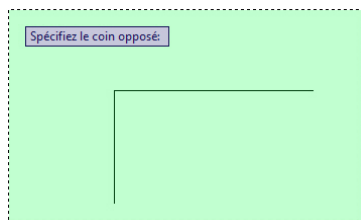

Figure 3.94
2. Sélectionnez l'outil Copier. Puis, à la question du choix des objets, sélectionnez l'ensemble du dessin, soit la marche constituée d'une hauteur et d'un giron (voir Figure 3.94).